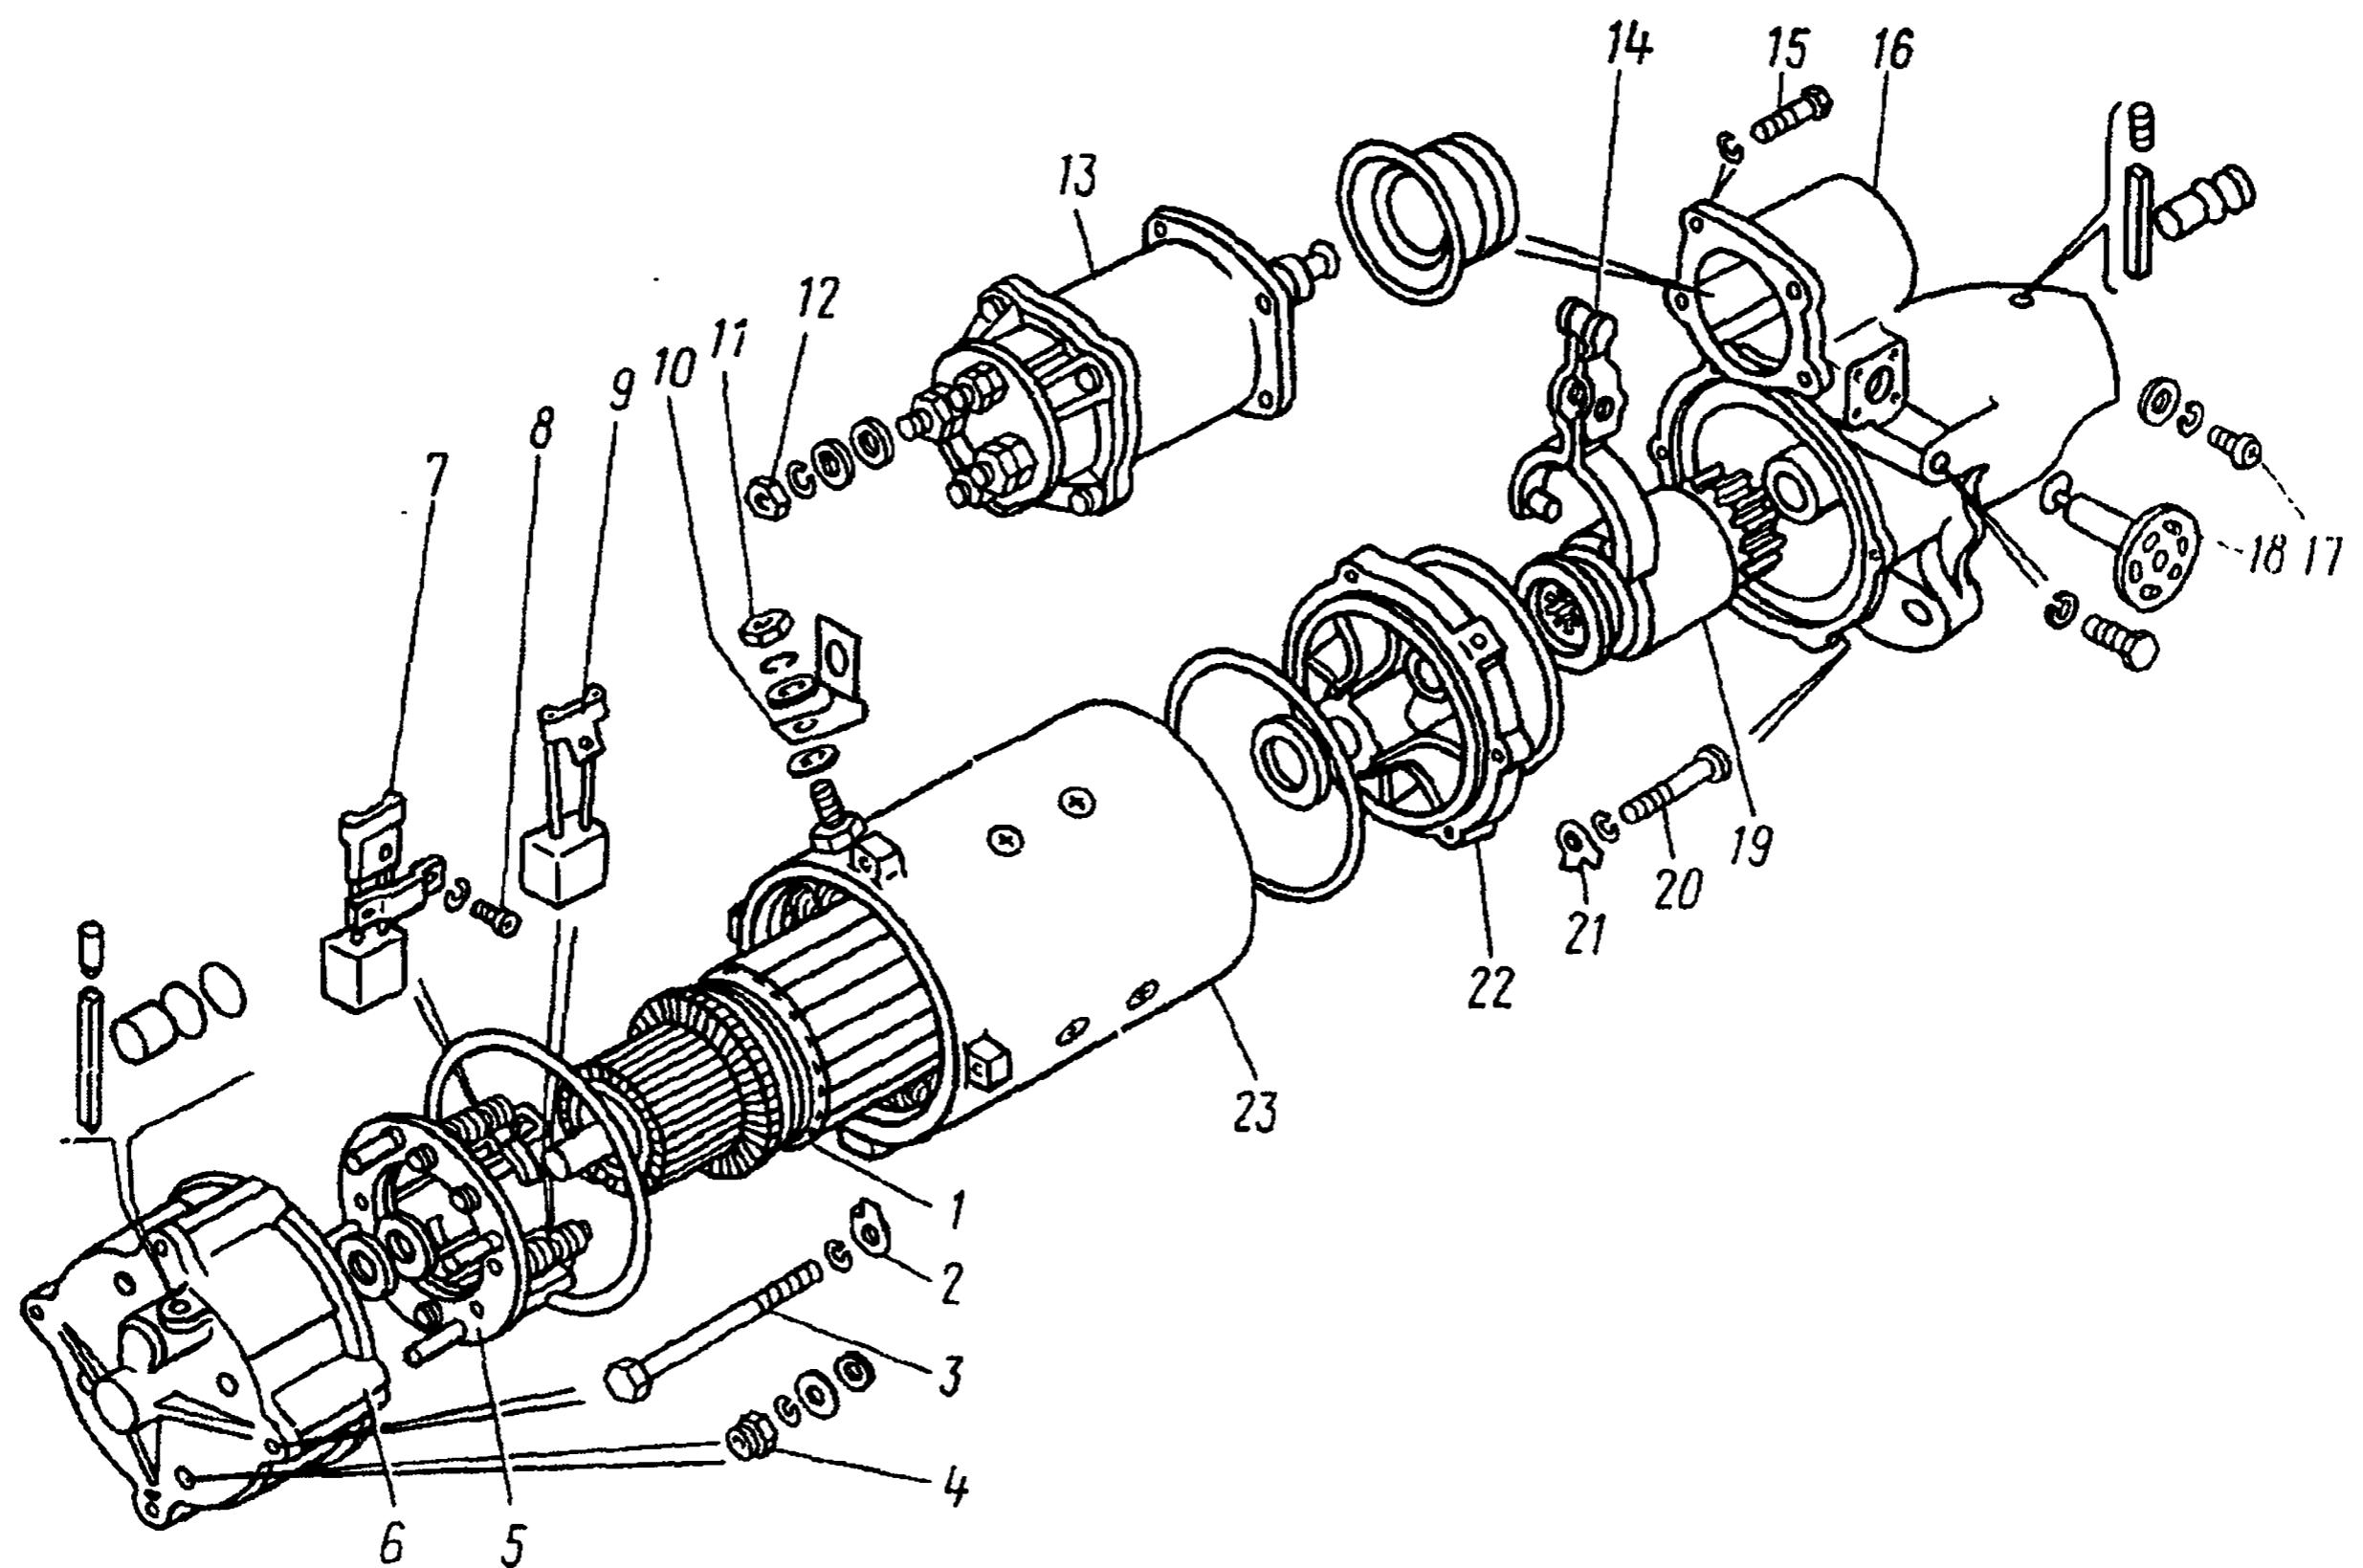

Рис. 362. Стартер СТ142Б:
2. Отвернув гайки 11 и 12 (рис. 362), снимите перемычку 10, соединяющую реле 13 и корпус 23	Ключ 19 мм
14. Закрепите корпус 23 стартера (см. рис. 362) в тисках	Тиски